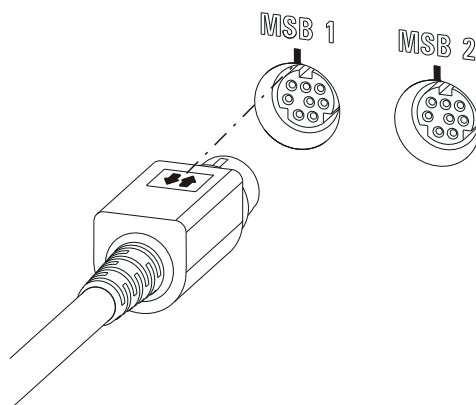

Figura 5 Conexão MSB
- Ao fazer a conexão, note que a parte plana do plugue MSB marcado com uma seta deve estar na direção da marcação contida da conexão MSB (ver figura 5, página 17).